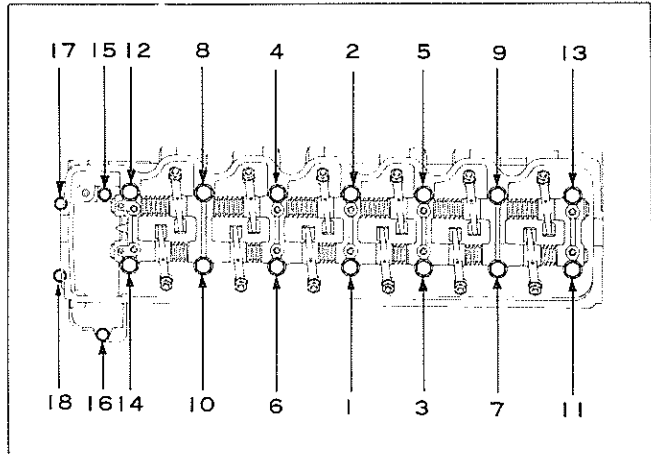

図2-3-34 シリンダ ヘッド締め付け
- 2 ヘッド ボルトは図2-3-34の順序に3~4回に分け段階的に締め付ける。